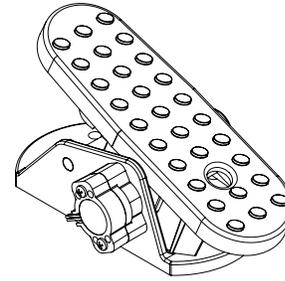

Figura 24. Pedal de control de velocidad de las aspas
1. El pedal (Figura 24) controla exclusivamente la velocidad de las aspas. La posición del pedal determina la velocidad de las aspas. La velocidad lenta de las aspas se obtiene pisando ligeramente el pedal. La velocidad máxima de las aspas se obtiene pisando completamente el pedal.